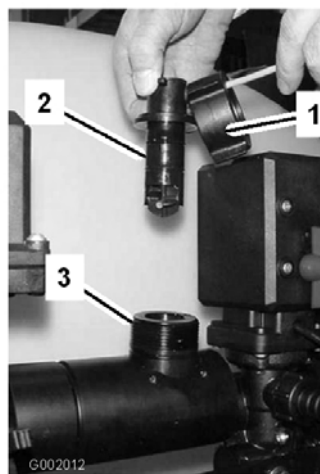

Figura 71
2. Retire la tapa del cuerpo del caudalímetro (Figura 71).